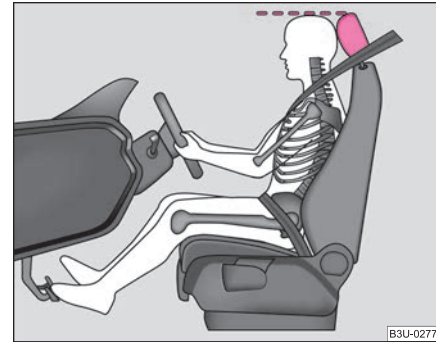

Abb. 103 Die richtige Kopfstützeinstellung des Fahrers
- Stellen Sie die Kopfstütze so ein, dass die Oberkante der Kopfstütze sich möglichst auf einer Höhe mit dem oberen Teil Ihres Kopfes befindet ⇒ **Abb. 103**.
- Stellen Sie die Kopfstütze so ein, dass die Oberkante der Kopfstütze sich möglichst auf einer Höhe mit dem oberen Teil Ihres Kopfes befindet ⇒ Seite 125, Abb. 103.
- Stellen Sie die Kopfstützen so ein, dass die Oberkante der Kopfstützen sich möglichst auf einer Höhe mit dem oberen Teil Ihres Kopfes befinden ⇒ Seite 125, Abb. 103.